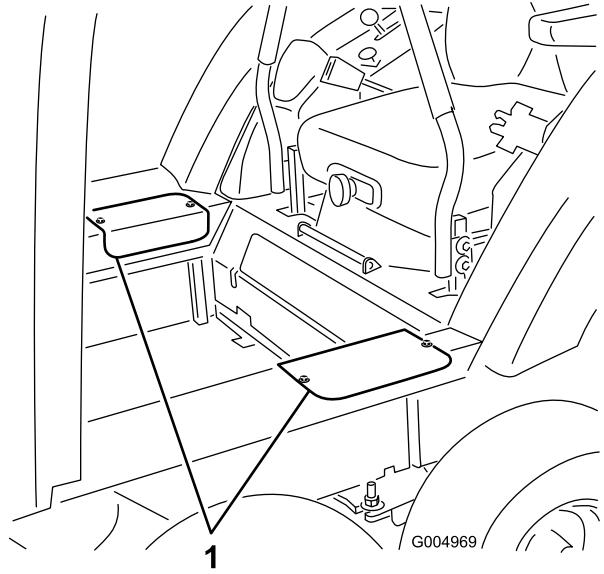

Figura 74
6. Togliete le 2 viti che fissano il portello di accesso di ciascun lato e rimuovete i portelli (Figura 74).